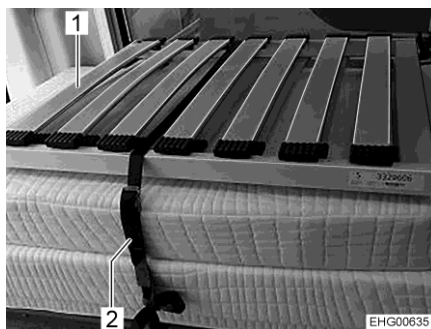

Fig. 31 Lit arrière (position de transport)
- Déverrouiller la sangle de sécurité (Fig. 31,2).
- Poser les sommiers (Fig. 31,1) l'un après l'autre au-dessus du couloir central (sur les lattes du meuble bas).
- Empiler les coussins et les sommiers sur le meuble bas de gauche comme représenté à la Fig. 31.
- Bloquer les coussins et les sommiers avec une sangle de sécurité (Fig. 31,2). Faire passer pour ce faire la sangle de sécurité à travers les œillets prévus à cet effet et lui faire faire une boucle autour des coussins et des sommiers.